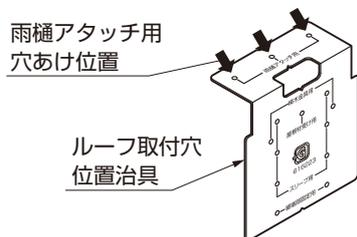

図11-53
- ①ルーフ取付穴位置治具を樋にあて、ポンチ等でケガキ、ドリルで水抜き穴φ36と雨樋アタッチメント取付穴φ3.5をあけてください。(図11-53、11-54、11-55参照)